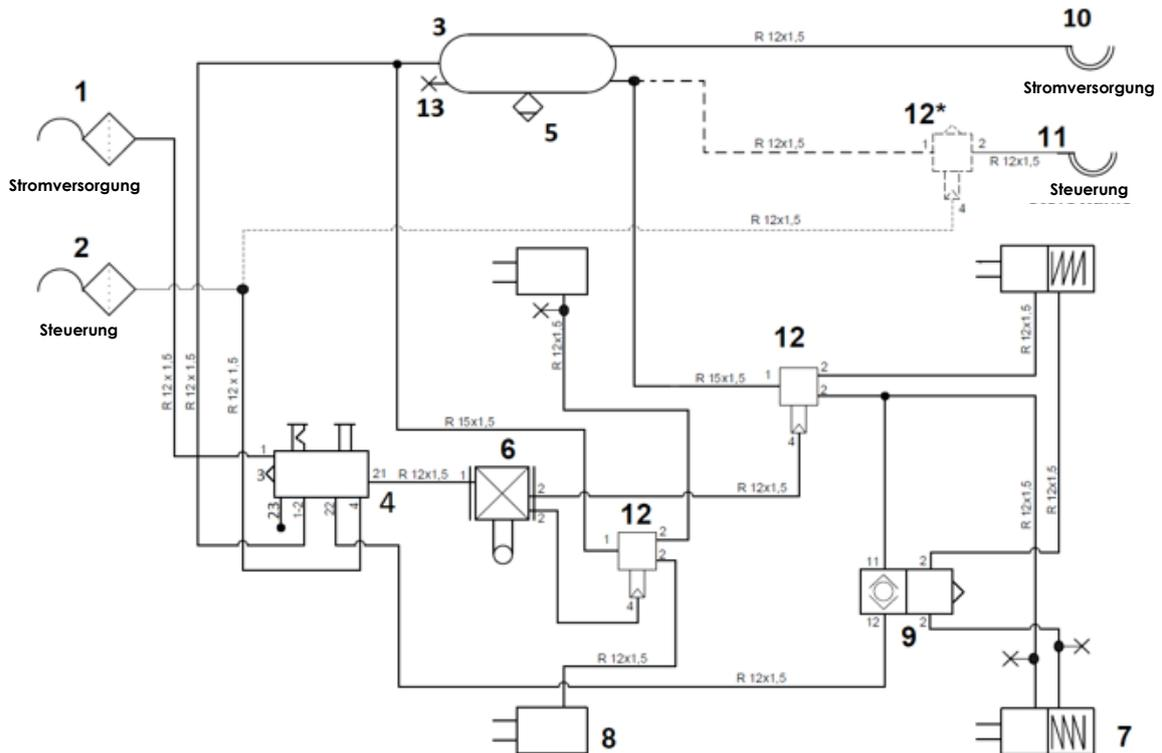

Abbildung 14. Schema der Zweileiter-Druckluftbremsanlage – Feder-Membranbremszylinder:
- Ziehen Sie den Bolzen, der den Kasten mit dem Fahrgestellrahmen verbindet, aus der Öffnung heraus (Abb. 14):
- a) Beim Entladen nach hinten sind die Bolzen (Abb. 14) in den hinteren Buchsen des Kastens zu belassen;